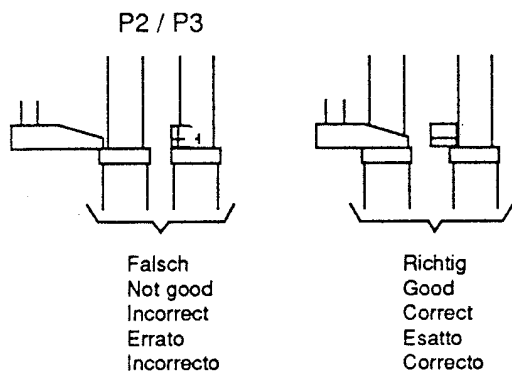

Fig. 29
- Höhenmeßuhr nach Abbildung Fig. 29 platzieren und Bandführungsbolzen soweit hochdrehen, bis der untere Führungsbund gerade den Meßfühler der Höhenmeßuhr berührt (Fig. 29).
- Place the Dial Height Gauge as shown in Fig. 29 and adjust to raise the height of the Tape Guide Bolts so that the lower guide collar just touches the measuring probe of the Dial Height Gauge (Fig. 29).
- Applicare il misuratore come mostra la fig. 29 e ruotare verso l'alto i perni guidanastro in modo che il collare inferiore sia a contatto col sensore del misuratore d'altezza (fig. 29).